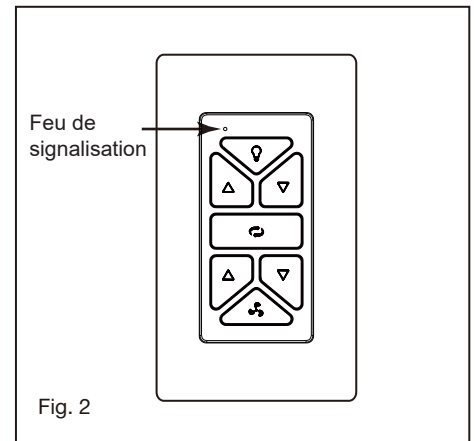

Fig. 2
- 4 Tout en maintenant le capot inférieur sous votre ventilateur, n'effectuez pas les connexions filaires. (Fig.2)
- 5 Soulevez le couvercle inférieur contre le ventilateur et tournez-le dans le sens des aiguilles d'une montre jusqu'à ce qu'il soit bien ajusté. NE PAS TROP SERRER. (Fig.2)
- 2 Placez le berceau A dans la plaque murale. (Fig. 2)
- 6 Feu de signalisation (Fig. 2)